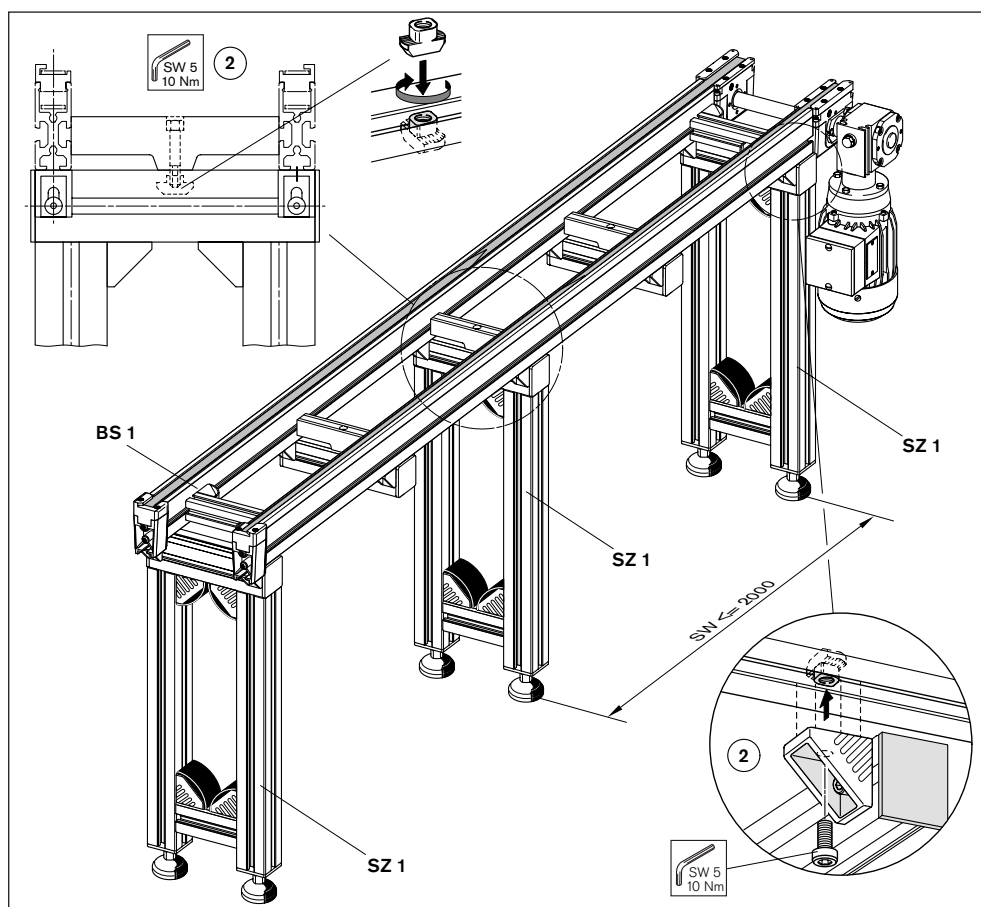

Fig. 7: Montar os suportes
- Dependendo do comprimento da pedido, a via de esteira BS 1 pode ser montada em dois a quatro suportes SZ 1. Os SZ 1s são montados sob cada um dos conectores transversais. Exemplo de montagem fig. 7: Comprimento da via $l = 4000$ mm com três suportes SZ 1. Para BS1/S: Transporte longitudinal do pallet porta-peças com vias de transporte segmentadas até 5000 mm.